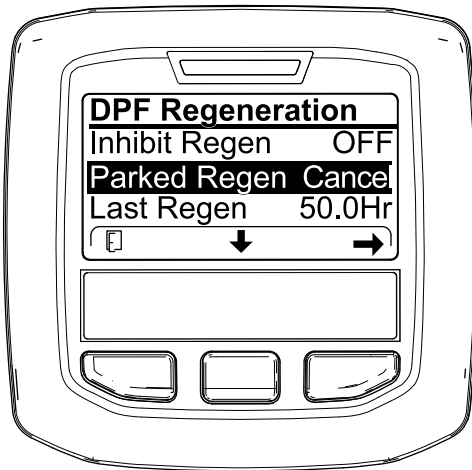
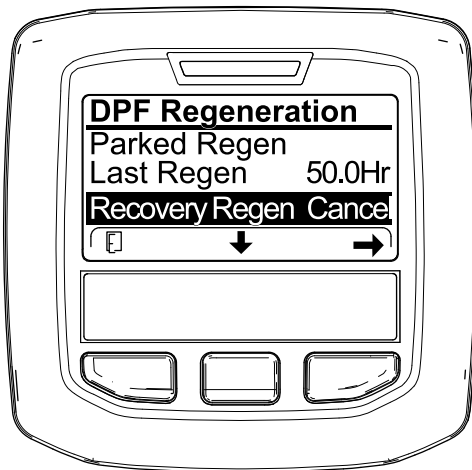

Bild 71
Bild 72
1. Zugreifen auf das Menü für die Regenerierung des Dieselpartikelfilters (Bild 71)
2. Drücken Sie die mittlere Taste, um auf die Option PARKED REGEN. CANCEL (Bild 71) oder RECOVERY REGEN. CANCEL zu navigieren (Bild 72).
3. Drücken Sie die rechte Taste, um den Eintrag „Regen. Cancel“ auszuwählen (Bild 71 oder Bild 72).